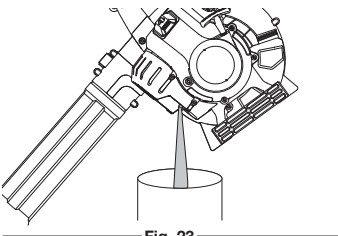

Fig. 23
2. Videz l'huile dans un récipient en penchant l'appareil en position verticale (Fig. 23). Prévoyez suffisamment de temps pour une vidange complète.